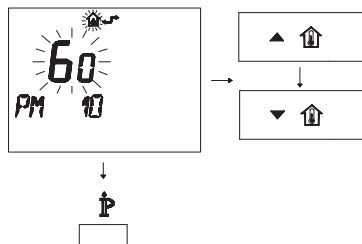

Figura 5.36
- Per modificare il SET programmato agire sui pulsanti  o  e aspettare che il numero programmato cominci a lampeggiare (Figura 5.36).